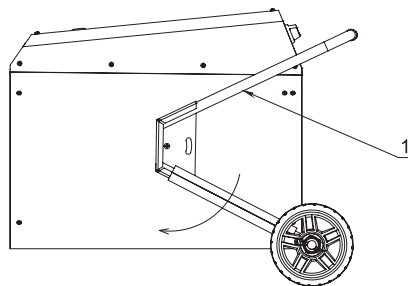
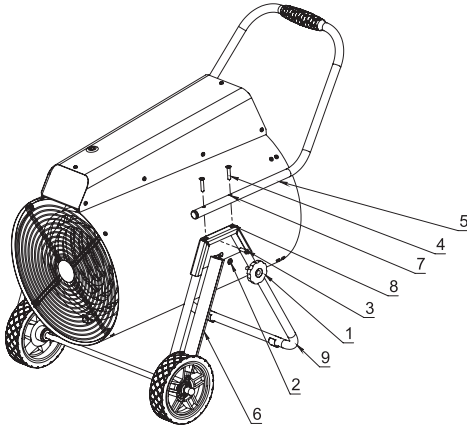

Рис. 4
Рис. 5
Перевести колесную опору (1) (Рис. 4) в горизонтальное положение, повернув её, как указано на рис. 5.
Закрутить барашковые винты (1) и винт М6х20 (2 шт.) (3) с обеих сторон. Отверстия (7) на ручке (5) совместить с резьбовыми гайками (8) на колесной опоре и закрутить винты (4). Снять транспортировочные изоляторы (6). Прибор готов к использованию. (Рис. 5).